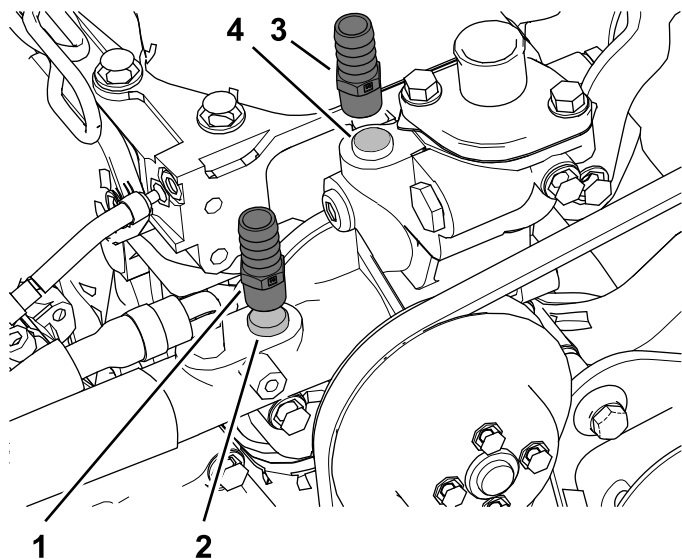

Figura 34
2. Rimuovete i tappi dei flessibili di mandata e ritorno del riscaldamento dal motore e montate i raccordi dentellati ($\frac{3}{8}$ NPT x 0,625), come illustrato nella Figura 34.